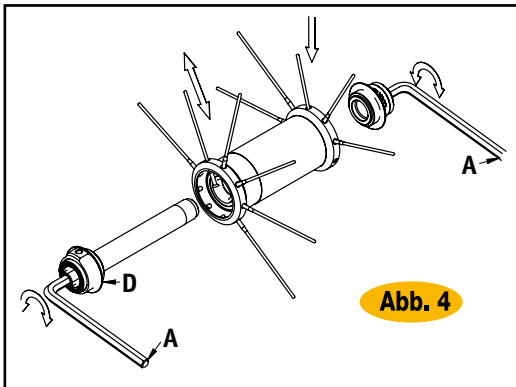

Abb. 4
- Zwei Inbusschlüssel (A) bis zum Anschlag in die Nabenenden einführen. Die Schlüssel gegen den Uhrzeigersinn drehen.
- Die zu ersetzende Speiche herausziehen und die neue Speiche einsetzen (Abb.4).
- Wenn nötig, den Stift in den Nabenkörper einsetzen und den beweglichen Anschlag kräftig feststellen mit einem Drehmoment von 15 N.m. Eventuell kann die Nabe laut Anweisung in diesem Handbuch unter Abschnitt II über den Ring (D) geregelt werden: Naben-Vordere Radnabe.